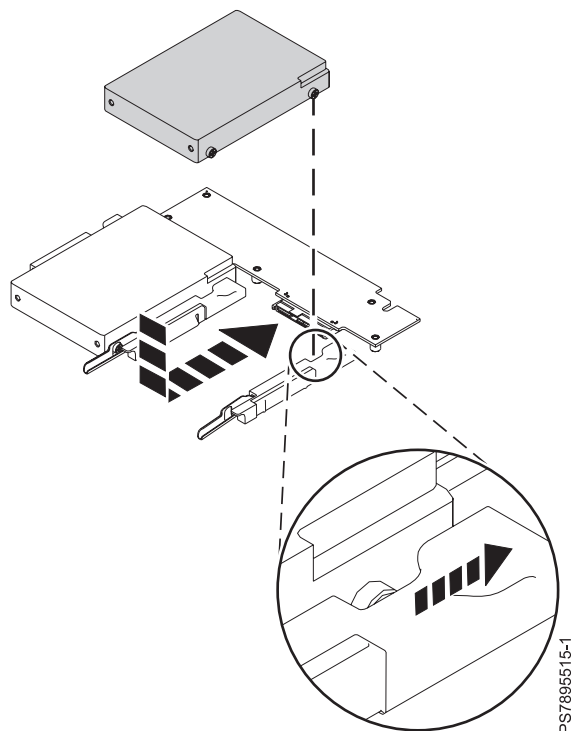

Figure 18. Installation d'une unité de disque dur
Pour savoir comment installer l'unité de disque dur, voir figure 18.
6. Placez l'unité dans le tiroir d'unité, puis poussez-le vers l'arrière du noeud de traitement (voir figure 18, à la page 51). Lorsque l'unité dépasse le levier situé à l'avant du tiroir, elle s'enclenche.